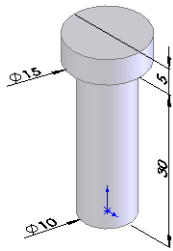
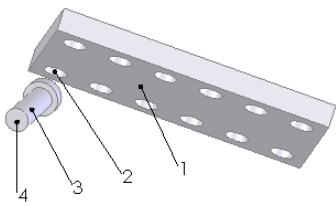

图 7-36 圆柱零件尺寸图示
图 7-37 插入零件后的装配体
命令，或单击工具栏中的“插入零部件”按钮，插入已绘制的名为“圆柱”文件，“圆柱”零件的尺寸如图 7-36 所示。调节视图中各零件的方向，结果如图 7-37 所示。
**05** 设置属性管理器。系统弹出“配合”属性管理器，将如图 7-37 所示的平面 1 和平面 4 添加为“重合”配合关系；将圆柱面 2 和圆柱面 3 添加为“同轴心”配合关系，注意配合的方向。